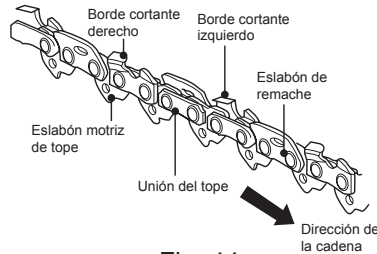

Fig. 44
2. La diferencia de altura entre el diente y el surco es la profundidad de corte. Al afilar la cadena (3), debe tener en cuenta los siguientes factores (Fig. 44).